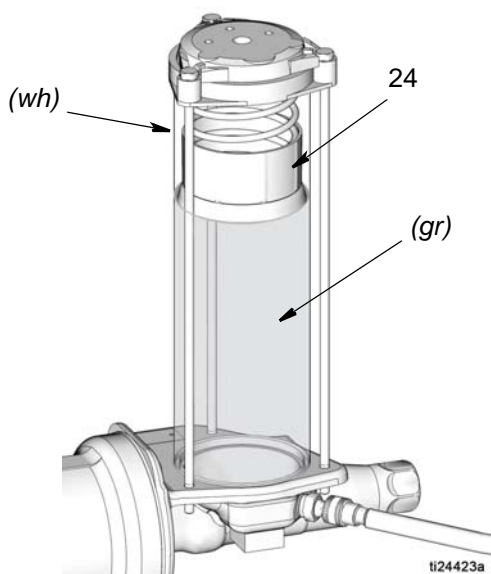

FIG. 5
3. Erogare lentamente il grasso dalla pompa al serbatoio finché il grasso presente nel serbatoio non solleva la piastra elevatore (24) al di sopra dell'orifizio di scarico (*wh*) e fuoriesce da tale orifizio (*wh*), scaricando l'aria dall'interno del serbatoio (FIG. 5).
**NOTA:** l'orifizio di scarico (*wh*) è ubicato verso il retro del serbatoio e non è visibile in FIG. 5. Il punto approssimativo dell'orifizio di scarico è identificato con *wh* nella figura.